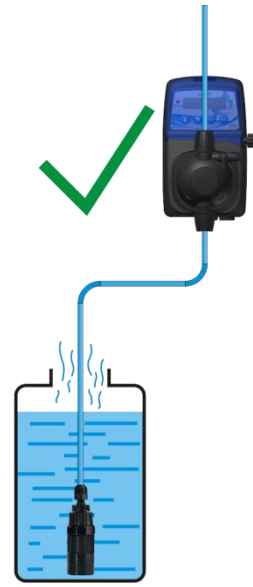

Abbildung 3
- Bei Chemikalien, die aggressive Dämpfe abgeben, darf die Pumpe nur dann über dem Tank installiert werden, wenn er hermetisch dicht ist (Abb. 3).